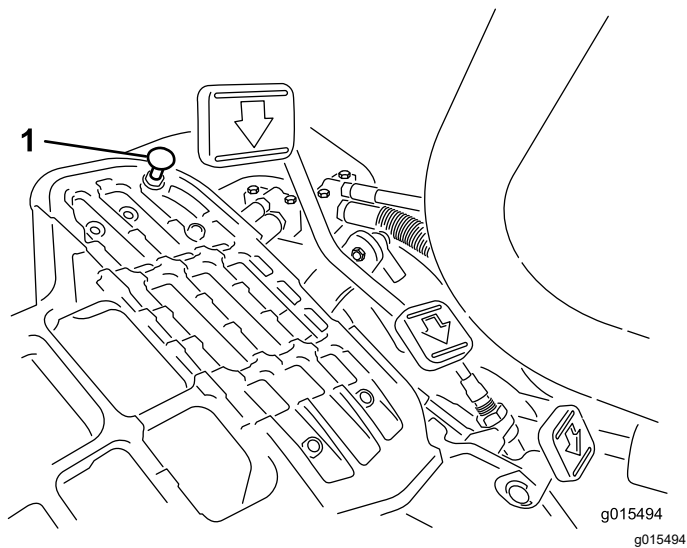

図 50
モードレバーを移動走行位置にセットし、ペダルを一杯に踏み込めば最高速度となります。ケーブルに張力が掛かる前にペダルがストップ 図 50 に当たる場合には調整が必要です。
1. モードレバーを移動走行位置にセットし、ペダルストップを固定しているロックナットをゆるめる図 50。